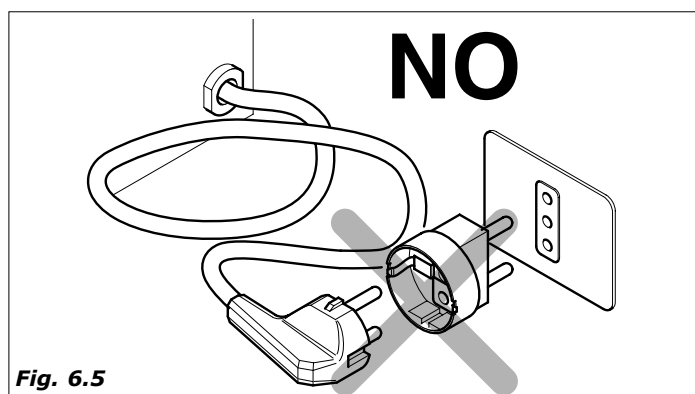

Fig. 6.5
- Le prese non compatibili con la spina dell'apparecchio devono essere sostituite (Fig.6.5).